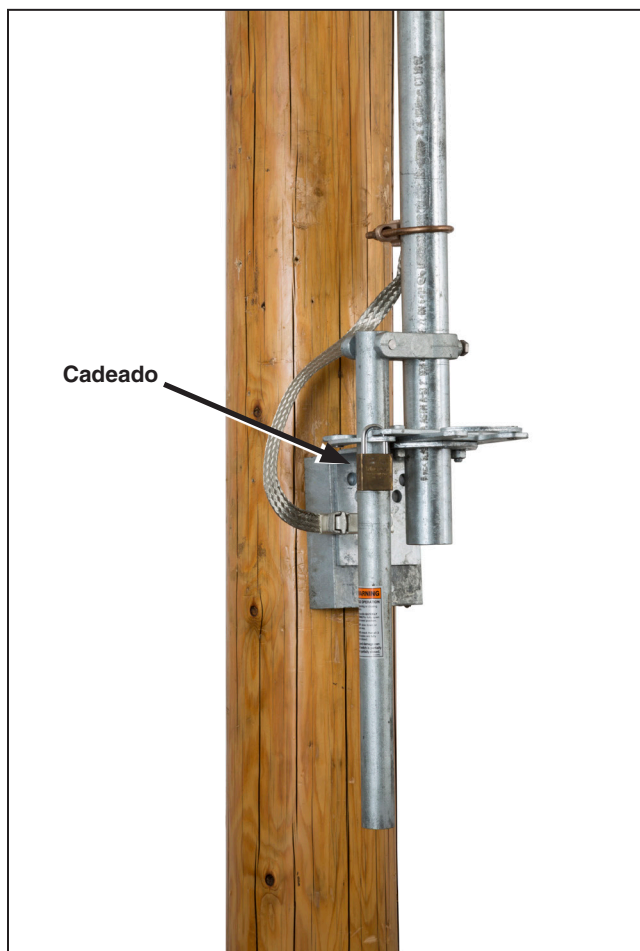

Figura 43. Remova o(s) cadeado(s).
- (a) Remova o(s) cadeado(s) do(s) ferrolho(s) na alavanca de operação. Ver Figura 43.